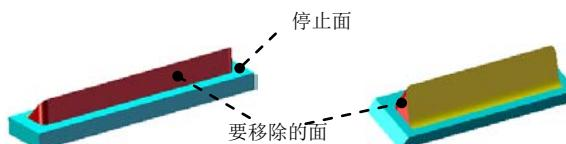

图 9.9 成形工具 1
Step6. 创建图 9.9 所示的零件特征——成形工具 1。
(1) 选择命令。选择下拉菜单 **插入(I)** → **钣金(O)** →  **成形工具** 命令。
(2) 定义成形工具属性。
① 定义停止面。选取图 9.9 所示的模型表面作为成形工具的停止面。
② 定义移除面。激活“成形工具”对话框的**要移除的面**区域，选取图 9.9 所示的模型表面作为成形工具的移除面。
(3) 单击 \checkmark 按钮，完成成形工具 1 的创建。